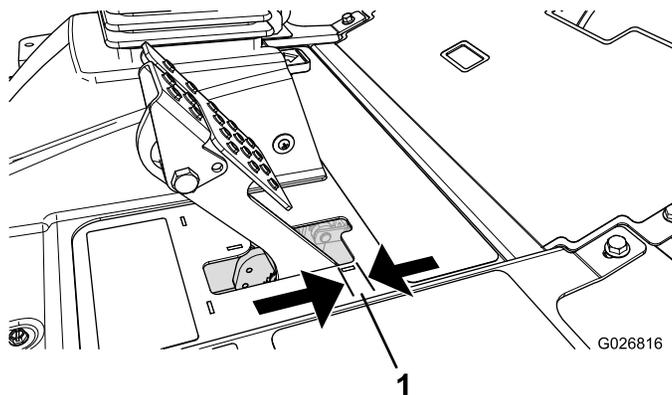

Bild 67
Stellen Sie die Bremsen ein, wenn das Bremspedal mehr als 2,5 cm Spiel hat, oder wenn die Bremsen nicht mehr gut genug greifen (Bild 67). Als Spiel gilt die Entfernung, die das Bremspedal zurücklegt, bevor ein Bremswiderstand spürbar ist.
2. Ziehen Sie die hintere Mutter an, um den Zug nach hinten zu bewegen, bis die Bremspedale ein Spiel zwischen 0,63 cm und 1,27 cm aufweisen, bevor die Radsperre auftritt (Bild 67).